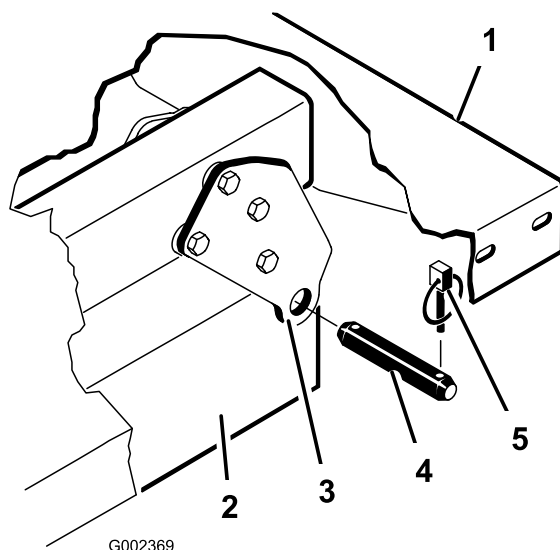

図4
6. 荷台のピボットブラケットを車両のフレームチャンネル材に固定しているリンチピンとクレビスピンを外す(図4)。